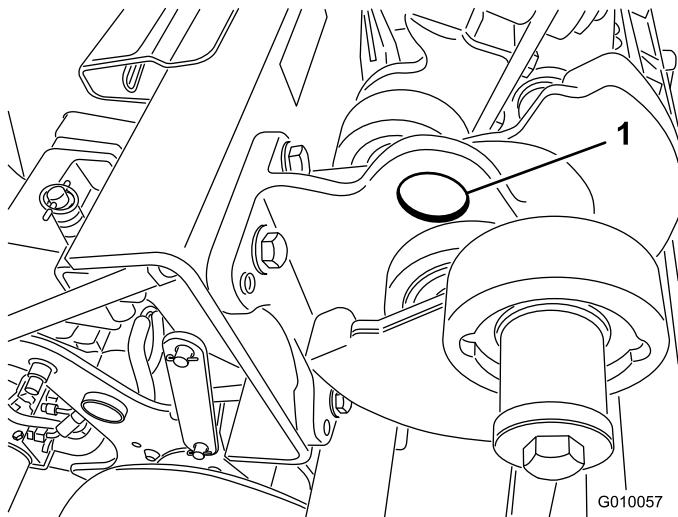

Figure 42
**Remarque:** Le cas échéant, un dispositif de levage peut être utilisé pour soulever l'arrière de la machine. Utilisez les œillets des logements de roulements de la tête d'aération comme points de levage (Figure 42)